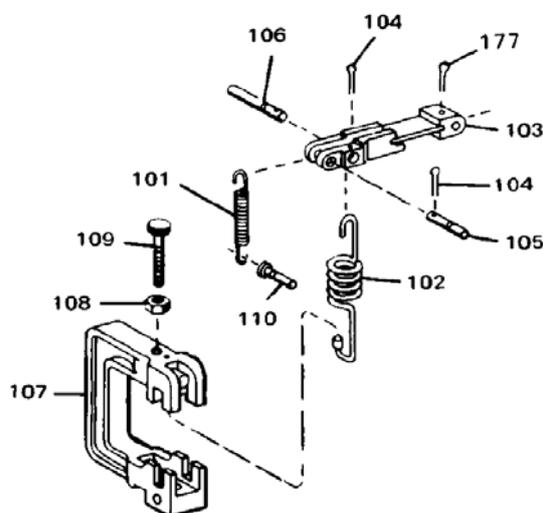

Abbildung 3-4. Explosionsdarstellung der Einstellmöglichkeit für min. Drehzahl
Die Blockierschraube für minimale Drehzahl, Teil 109, Abb. 3-4, darf dabei den Stift Teil 106, im Rückführhebel nicht berühren und der Drehzahlverstellkolben darf nicht an der Anschlagsschraube, Teil 48, anliegen.
12. Soll der Regler die Antriebsmaschine bei Steuerluftdruck NULL, also auch bei Steuerluftdruckausfall, abstellen, so sollte die Blockierschraube für minimale Drehzahl, Teil 109, Abb. 3-4, erst einmal so eingestellt werden, daß bei niedrigster Drehzahl zwischen ihrem Kopf und dem Stift, Teil 106, 1 mm Luft ist. Dann Steuerluftdruck auf NULL zurücknehmen und den Motor über den Regler abstellen lassen. Anschließend Blockierschraube für minimale Drehzahl verstellen, bis der Spalt zwischen ihrem Kopf und dem Stift 0,1 mm beträgt.
Die Kontermutter, Teil 108, Abb. 3-4, für Blockierschraube für minimale Drehzahl, Teil 109, darf nur gelöst oder festgezogen werden, wenn der Regler nicht läuft. Läuft der Regler bei dieser Einstellung, so kann der Steuerschieber für Drehzahlverstellung in seiner rotierenden Büchse fressen.